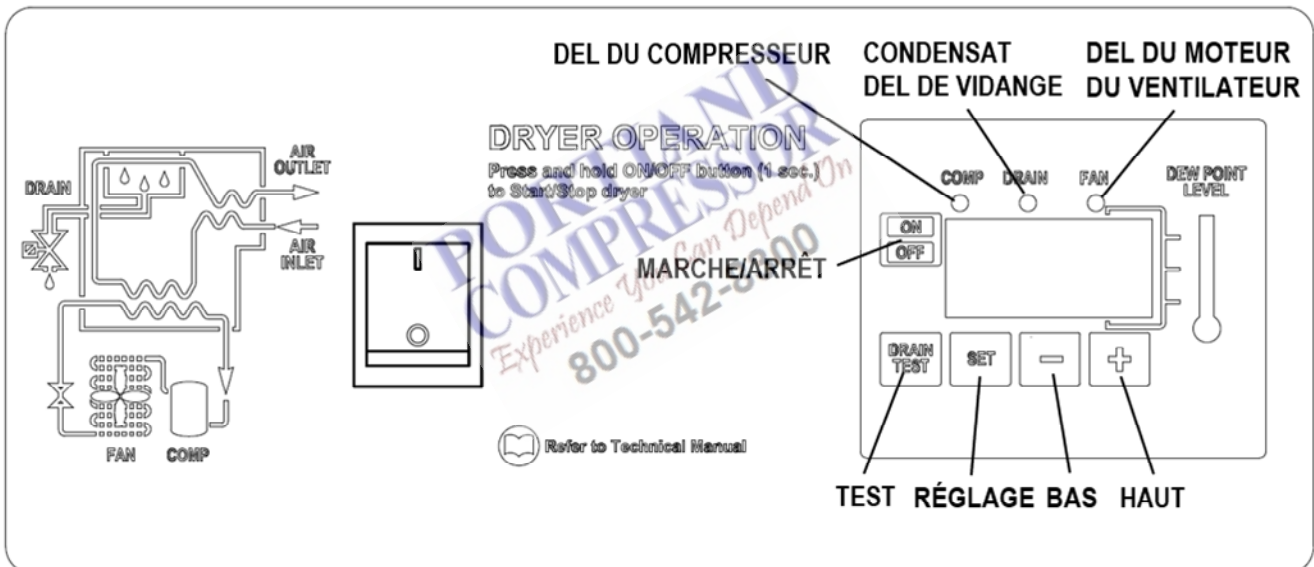

FIG. 1 VISUALISATION DE L’AFFICHAGE ET VOYANTS DEL DE SIGNALISATION
Les sécheurs sont équipés d'un système de commande électronique. Tous les réglages et réinitialisations peuvent être effectués au moyen du panneau numérique situé à l'avant du sécheur. Le panneau de commande est composé de 5 touches (ON/OFF, TEST, SET, DOWN et UP) et d'un afficheur à trois (3) chiffres, avec trois (3) voyants DEL de signalisation indiqués par des icônes (FIG. 1).